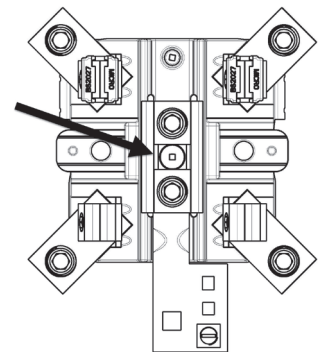

Figure 4
9. Insérer l'assemblage de neutre inclus dans le kit en s'assurant de le positionner comme sur la Figure 4.
10. Insérer la vis de 1-7/8 po. incluse dans le kit au centre de l'assemblage. Appliquer un couple de serrage maximum de 50 PO.LIV. (Figure 4).